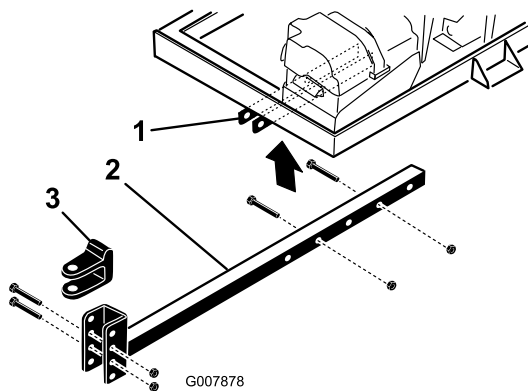

图 4
2. 将挂钩管插入机架支架 图 4。用 2 个螺栓 $\frac{5}{8}$ x 3 英寸和凸缘螺母 $\frac{5}{8}$ 英寸将挂钩管固定到机架上并上紧扭矩至 40N·m。
- 卸下将挂钩 U 形销图 4 固定到挂钩管上的螺栓和锁紧螺母。
- 卸下将挂钩管固定到机架支架的螺栓和螺母图 4。